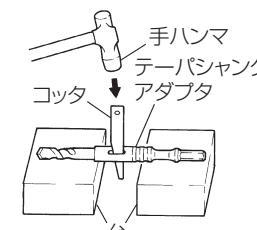

図 15
- (1) テーパシャンクアダプタにテーパシャンク付ドリルビットを取付けます。
- (2) スwitchを入れ、穴あけ深さ表示溝まで穴をあけます。
- (3) スポイトで掃除した後、アンカーの先端にプラグを付け、手ハンマなどで打込みます。
- (4) テーパシャンク付ドリルの取りはずしは、テーパシャンクアダプタの長穴部分にコッタを入れ、下に台を置いてコッタの頭を手ハンマでたたいてはずします。（図 15）